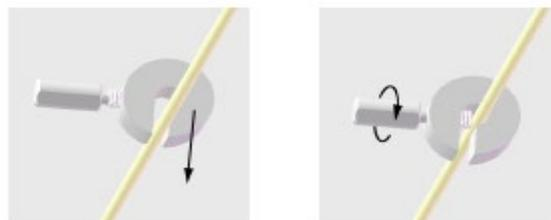

Figura 2. Aplicación del tope del electrodo de ECP
5. Mida la profundidad deseada del electrodo de ECP con un calibre o regla y aplique el tope del electrodo de ECP a esa longitud. Para aplicar el tope del electrodo de ECP, empuje el electrodo de ECP al centro del tope del electrodo y, a continuación, apriete el tornillo (Figura 2). Esto garantizará que el electrodo de ECP se inserte a la profundidad correcta. Procure no apretar demasiado el tope del electrodo en el cuerpo del electrodo.